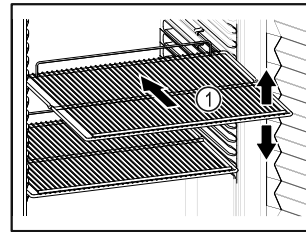

Fig. 60 Приблизне відображення
- Якщо решітки для зберігання Fig. 60 (1) знімні, відрегулювати по висоті.